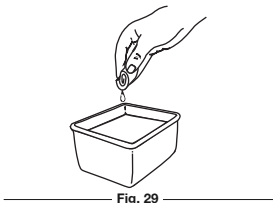

Fig. 29
- Lavez le filtre dans un mélange d'eau et de détergent (Fig. 29). Rincez le filtre abondamment et laissez-le sécher.